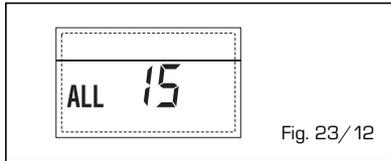

Fig. 23/12
- **ANOMALIA Sonda ESTERNA "LAMPEGGIANTE"** (fig. 23/13)